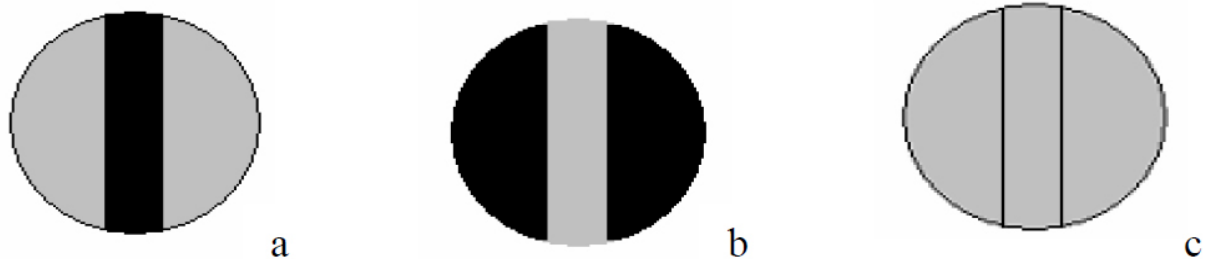

Fig.1
*Fig. 1 a,b) Campo ótico como aparece depois da introdução do líquido a ser testado e antes de regular o analisador de polarização. c) Campo ótico como aparece na ausência de amostra após a rotação do analisador. Neste caso, a intensidade luminosa é uniforme.*